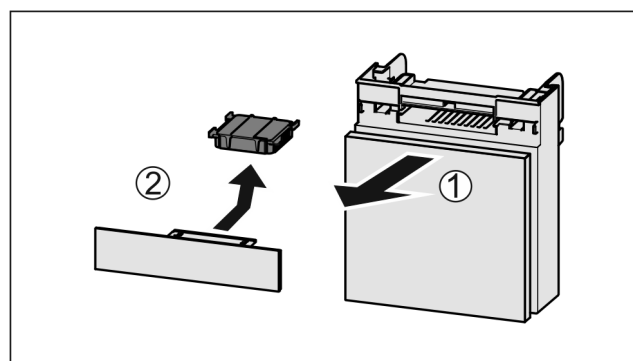

Fig. 90
- Extrageți Fig. 90 (1) compartimentul către înainte.
- Scoateți Fig. 90 (2) filtrul de cărbune activ.